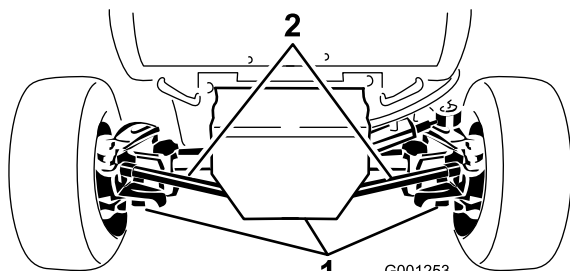

図 64
2. ドレンプラグ3個の周辺をウェスできれいにぬぐう 図 64。